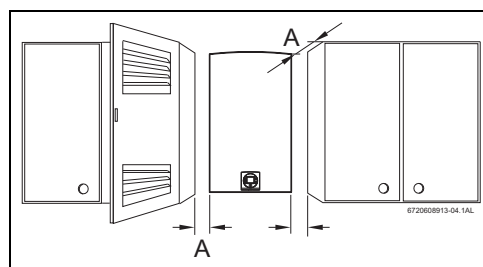

Fig. 17 Distancias mínimas
- ▶ Respetar las medidas mínimas de instalación indicadas en la Fig. 17.
- ▶ Asegurar un buen acceso para los trabajos de mantenimiento, respetando las distancias mínimas indicadas en la Fig. 17 .